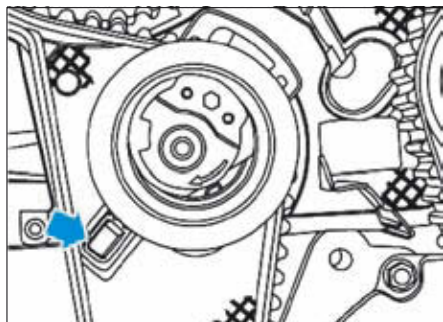

FIG. 9
- Veiller au bon positionnement du galet-tendeur dans le carter arrière de la courroie crantée (Fig.9).